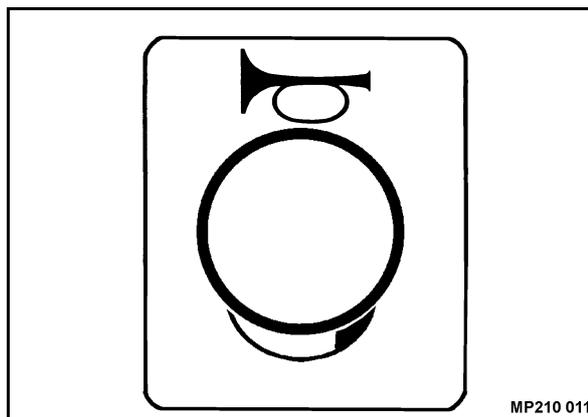

Fig. 75
- Azionare brevemente l'avvisatore acustico (Fig. 75).